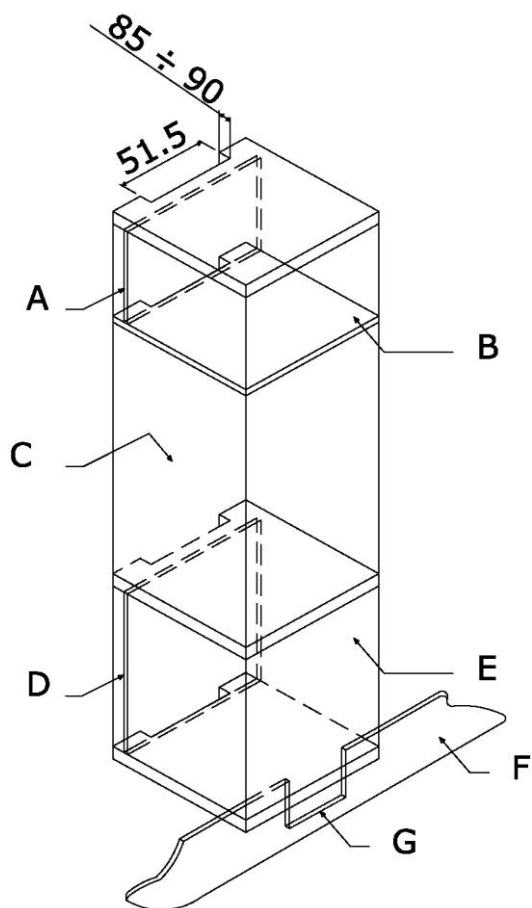

**Рис. 6**
4. Установка универсальной духовки показана на Рис. 6